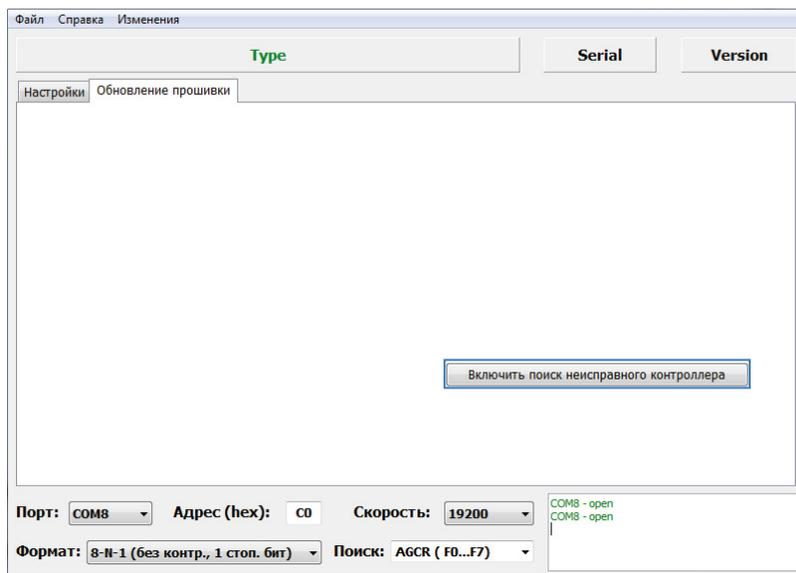

Рис.31. Поиск неисправного датчика.
- Перейти на вкладку «Обновление прошивки» и нажать кнопку «Включить поиск неисправного контроллера» (Рис.31).